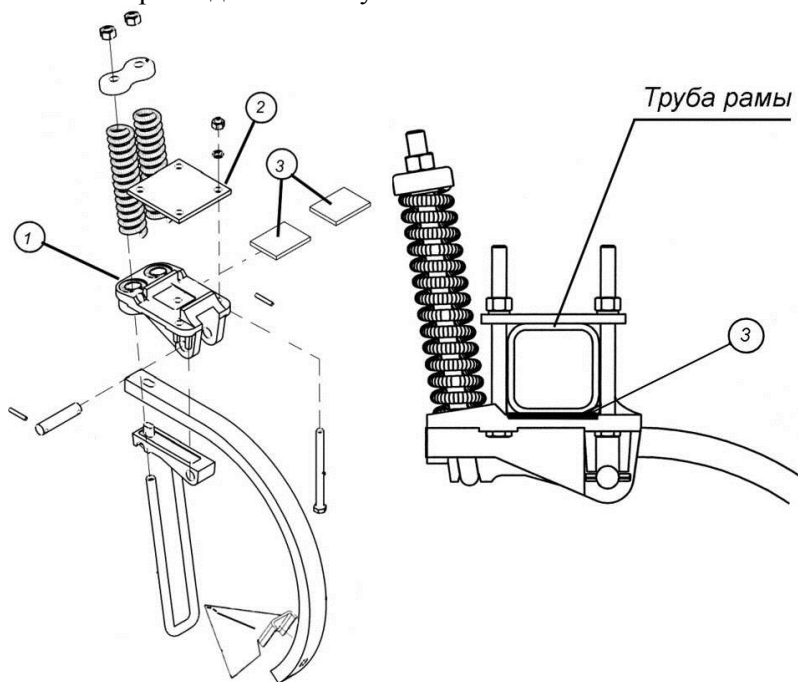

Рис. 4.4.1. Крепление стойки сошника на раму
4.4.2. Установите кронштейн стойки 1 в сборе (рис. 4.4.1) под раму посевного агрегата. Сверху на раму установите пластину 2 и закрепите четырьмя болтами ($\text{M}16 \times 170$) и гайками, подложив пружинные шайбы, необходимо следить, чтобы головки болтов и пружины попали в соответствующие углубления.